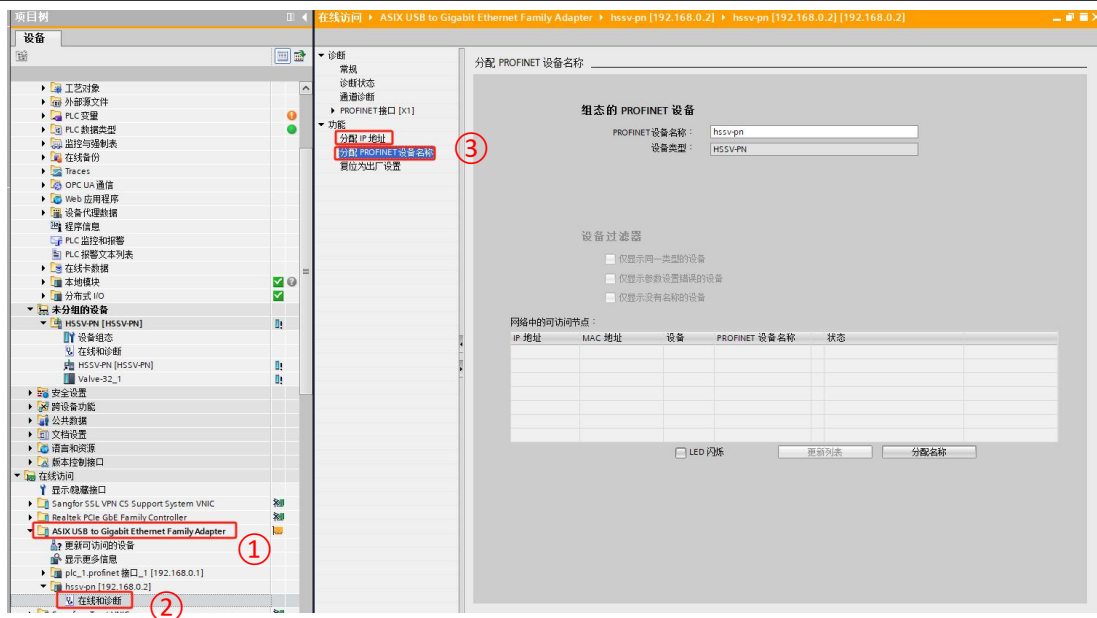

图 6.1.8 在线修改 IP 和设备名称
- 建议通过在线访问修改 IP 和设备名称，如图 6.1.8 所示。